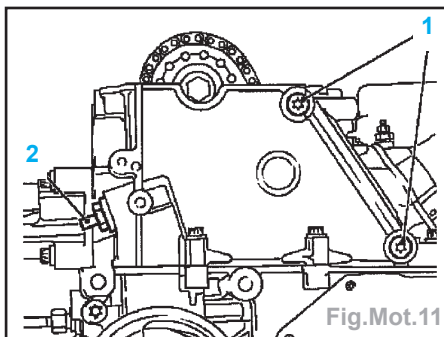

Fig.Mot.11
- Déposer le tendeur de chaîne Simplex (2) (chaîne supérieure) (Fig.Mot.11).